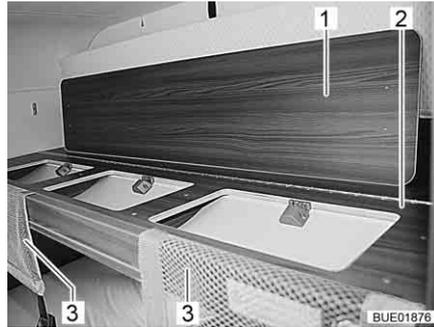

Fig. 83 Reti protettive e piano
- Estrarre le reti protettive (Fig. 83,3) dalla superficie utile.
- Posizionare il piano (Fig. 83,1) sopra la superficie utile (Fig. 83,2).